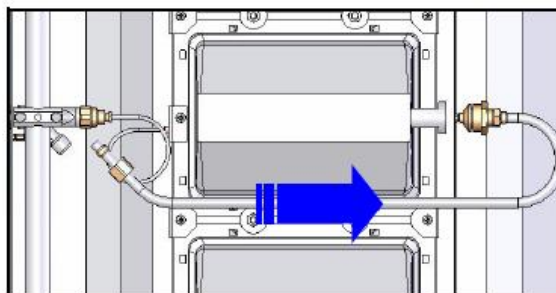

Figure 4
- Pull and Remove Gas Supply Pipe from radian gas inlet slot (Figure 4).
- Entfernen Sie den Gasversorgungsschlauch aus der Fassung des Radian Gasansaugstutzens durch herausziehen (Bild 4).